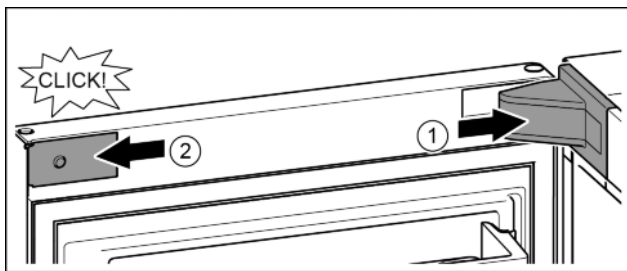

Fig. 20
- ▶ Встановіть та зафіксуйте кришку опорного кронштейна, у разі необхідності — обережно розтисніть. Fig. 20 (1)
- ▶ Встановіть збоку і зафіксуйте накладку. Fig. 20 (2)